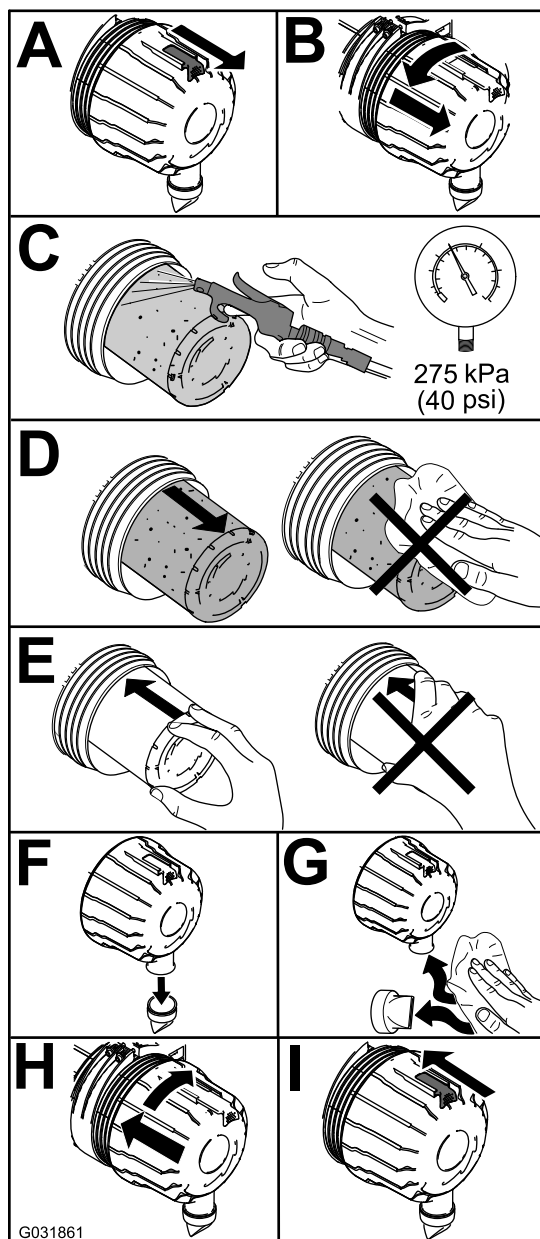

**Figura 88**
Revise el filtro del limpiador de aire únicamente cuando el indicador de mantenimiento lo requiera (Figura 88). El cambiar el filtro antes de que sea necesario sólo aumenta la posibilidad de que entre suciedad en el motor al retirar el filtro.
2. Reinicie el indicador (Figura 88) si se ve rojo.